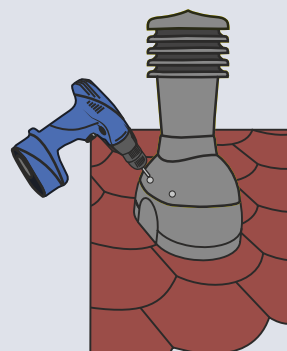

Рис.7
8. Положение трубы фиксируется к проходному элементу цветными шурупами с прокладкой (4 шт), которые прикручиваются с четырех сторон (рис.7).